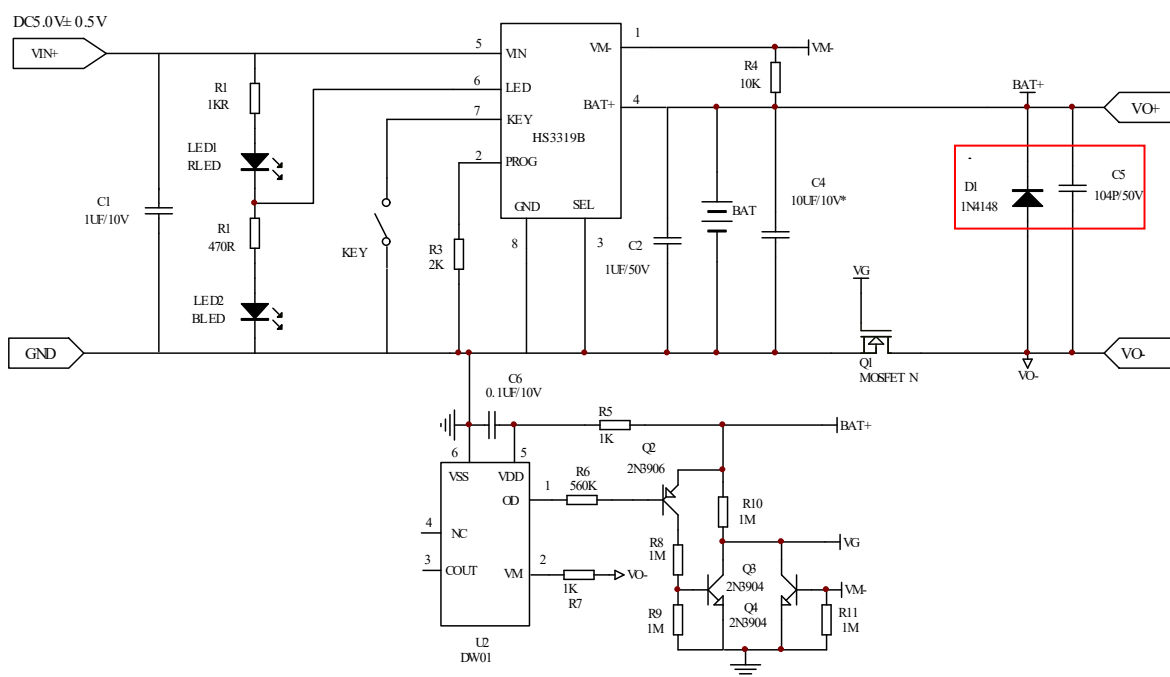

图 2 HS3319B 外扩 NMOS 控制线
6. 图 2 的输出短路保护电流依靠调节 Q1 的阻抗来调节输出短路保护电流，一般用于大电流输出；以上两套外扩线路只适用于充电，开关控制，工作状态指示，边充边放以及输出短路保护；如：理发剪；榨汁杯等。